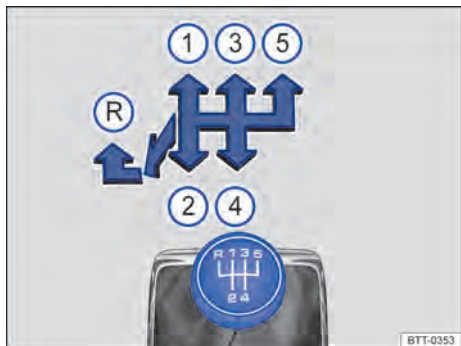

Fig. 106 Esquema de troca da transmissão manual de 5 marchas.
As posições de cada marcha estão representadas na alavanca da transmissão ⇒ **Fig. 106** ou ⇒ **Fig. 107**.
- Empurrar a alavanca da transmissão totalmente para a esquerda e depois para frente até a posição de marcha à ré ⇒ **Fig. 106**  ou ⇒ **Fig. 107** .